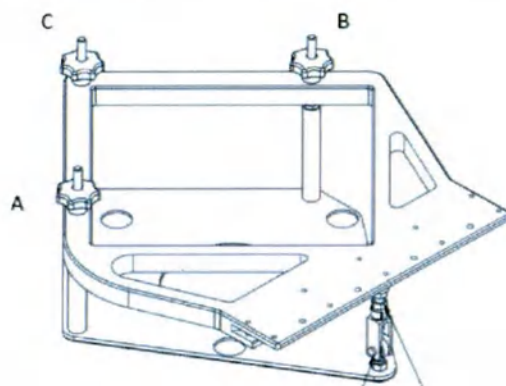

Рисунок 1-5. Ручки регулировки
- б. Перед выравниванием переместите все три ручки вверх (см. рисунок 1-5).